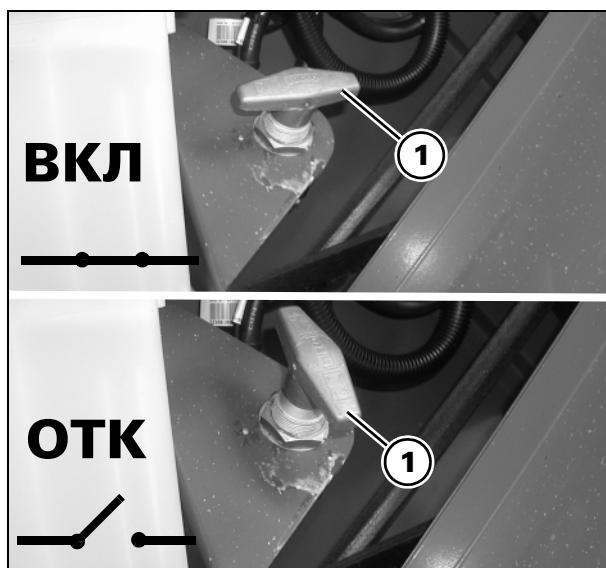
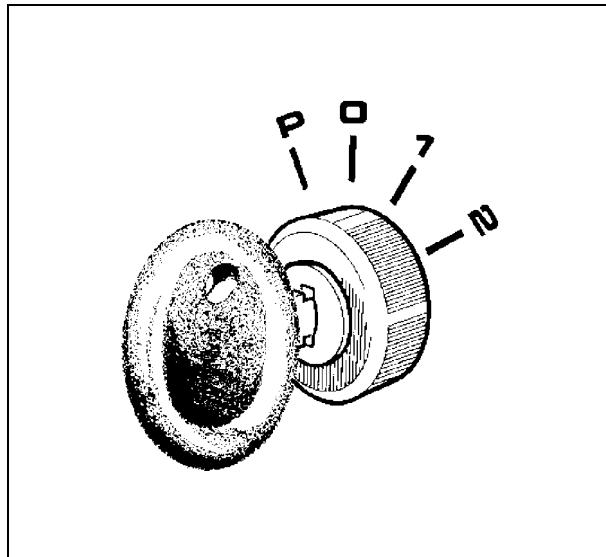

Рис. 81
Рис. 82
Рис. 81 и Рис. 82
- 1.) Выключить переключатели разгрузки питателя (1), молотилки (2) и зернового бункера (3).
- 2.) Снизить до минимума частоту вращения двигателя с помощью акселератора (4); дать двигателю поработать на холостом ходу около минуты.
- 3.) Остановить двигатель, для чего повернуть ключ зажигания (5) в положение "0".
- 5.) Отпустить ключ зажигания (5).
- 6.) Установить выключатель аккумуляторной батареи в вертикальное положение (положение **ВЫКЛ.** - Рис. 81).